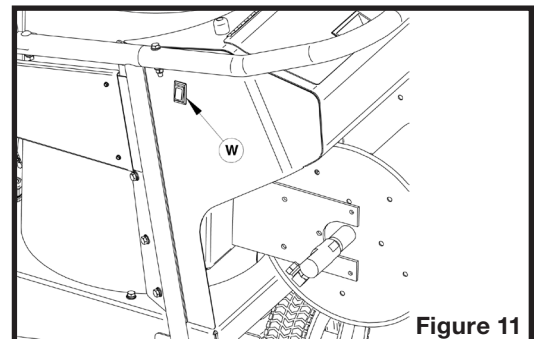

Figure 11
2. Actionner l'interrupteur du brûleur (W sur la figure 11).
1. Si l'appareil fonctionne en mode nettoyage haute pression à l'eau chaude, fermer l'interrupteur du brûleur (W sur la figure 11) et laisser couler l'eau jusqu'à ce que sa température soit à moins de 100 °F (40 °C).